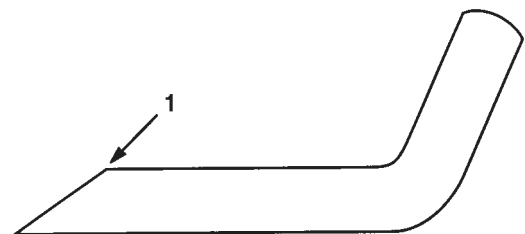

Figure 20
3. Examiner l'état des tranchants de toutes les lames. Les affûter s'ils sont émoussés ou ébréchés. Affûter seulement la face supérieure du tranchant et conserver l'angle de coupe d'origine pour obtenir une coupe nette (Fig. 20). La lame reste équilibrée si les deux tranchants sont affûtés de la même manière.